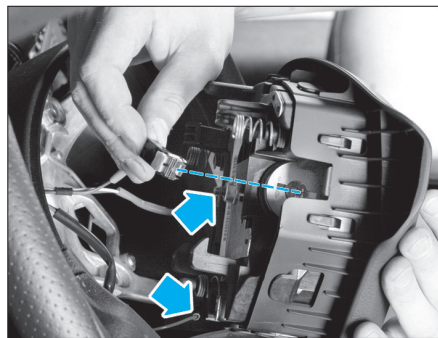

Fig. 3
- Débrancher les deux connecteurs de l'airbag et celui de l'avertisseur sonore afin de pouvoir déposer le module d'airbag (Fig.3).